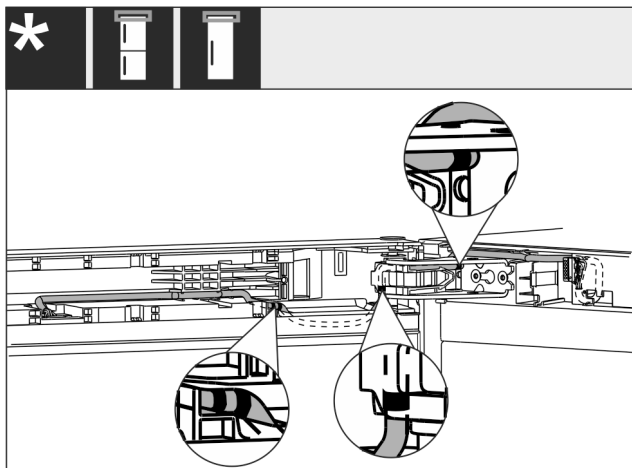

Fig. 56
- Kabel se položi, kot je prikazano na sliki Fig. 56 [].